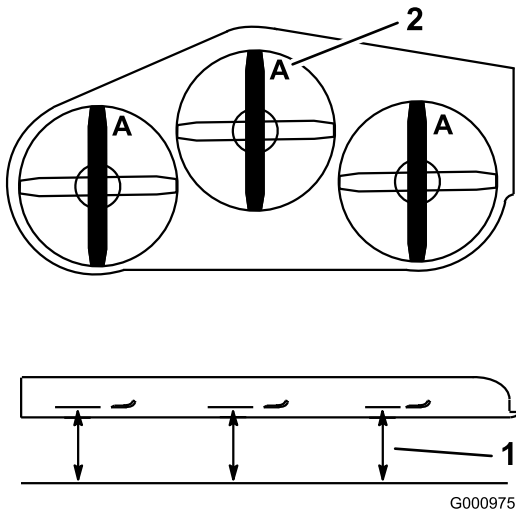

Figure 81
3. Tournez les lames dans le sens longitudinal. Mesurez la distance entre la surface plane et le tranchant (position **A**) des lames (Figure 81). Notez cette valeur.